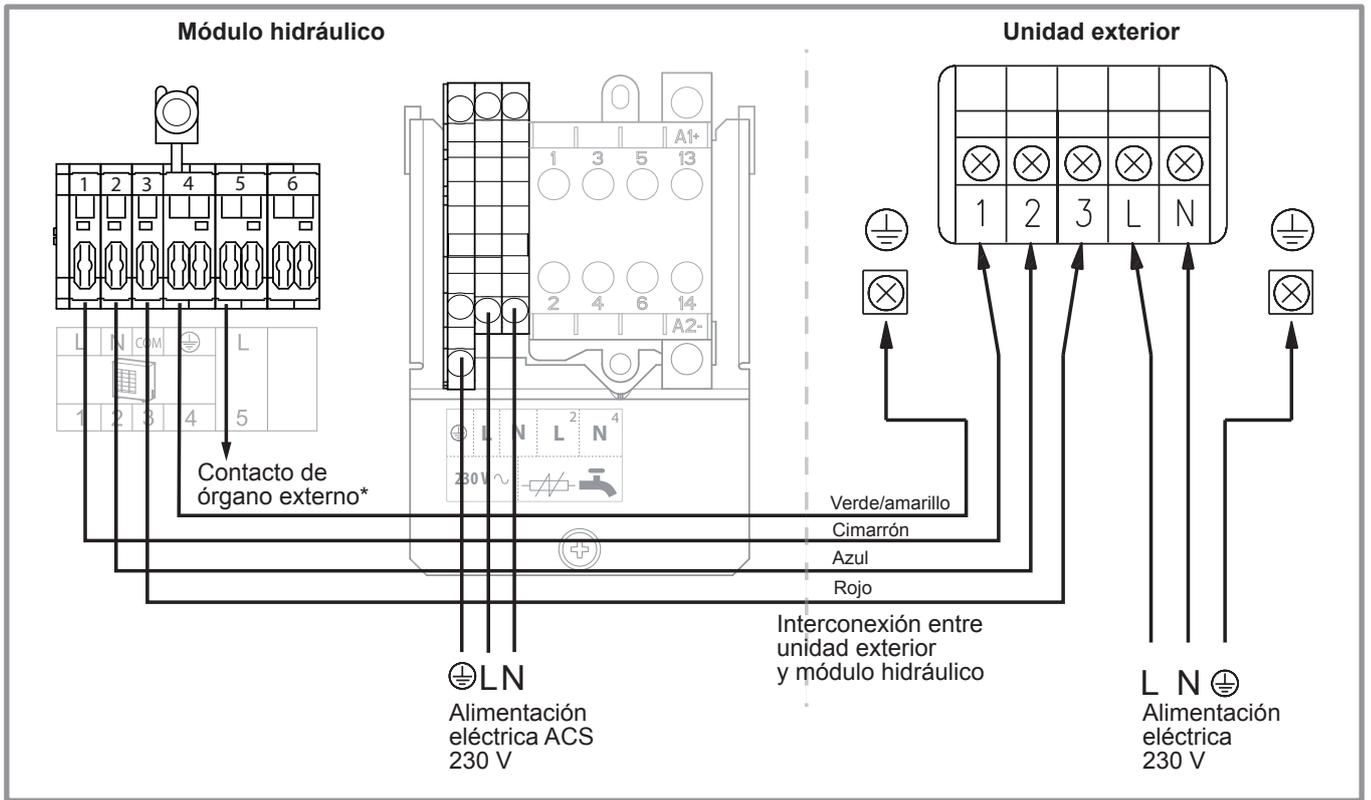

figura 37 - Conexiones a bornes y relés de potencia
- Realizar las conexiones según el esquema (figura 37).